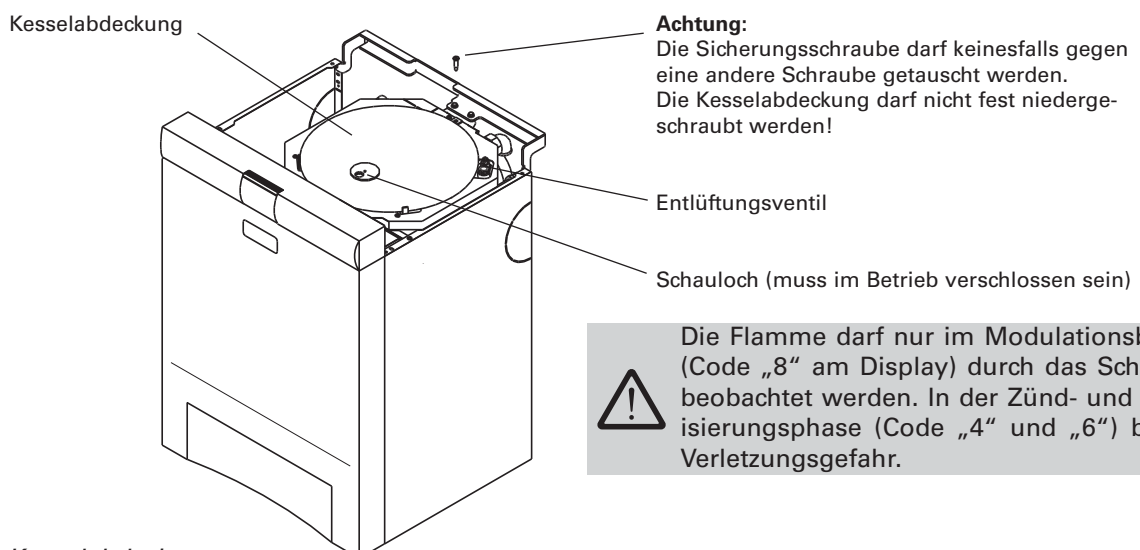

Bild 12 Kesselabdeckung
- Kesselabdeckung-Sicherungsschraube hinten herausschrauben; Kesselabdeckung bis zum Anschlag nach links drehen und nach oben abheben – siehe Seite 17, Bild 12.
- Kesselabdeckung aufsetzen, mit Sicherungsschraube hinten sichern – siehe Bild 12.
- Kesselabdeckung per Hand auf Dichtsitz niederklopfen – siehe Bild 12.
- Kessel entlüften – Entlüftungsventil siehe Seite 17, Bild 12.
- Kessel-Abdeckung undicht – siehe Seite 17, Bild 12.